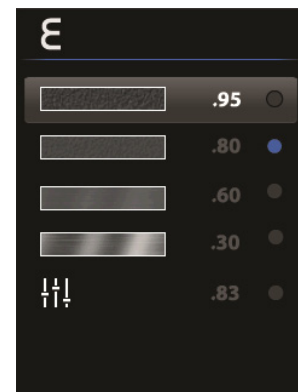

Fig 9-6 Sélectionner une valeur
3. SÉLECTION DES VALEURS D'ÉMISSIVITÉ PRÉDÉFINIES : Utilisez les flèches directionnelles pour défiler jusqu'à un des facteurs d'émissivité (95, 80, 60, 30) comme indiqué à la Fig. 9-6 et appuyez ensuite sur  pour confirmer la sélection. Le compteur retournera au Menu des réglages.